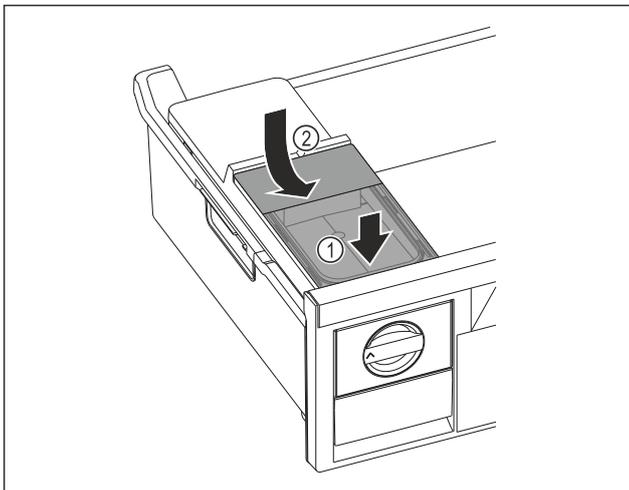

Fig. 124
- ▶ Wassertank vorne ansetzen. Fig. 124 (1)
- ▶ Wassertank hinten absenken. Fig. 124 (2)